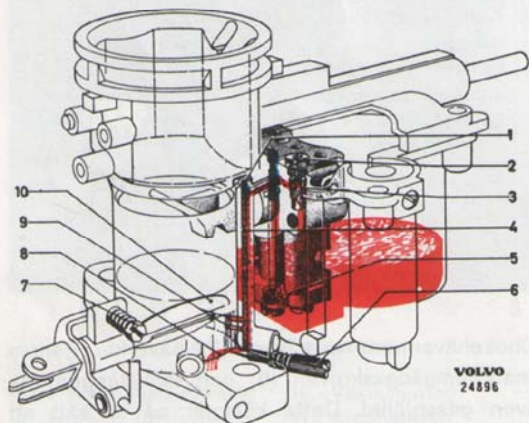

Bild 66. Tomgångssystem
När motorn går på tomgång, är gasspjället nästan helt stängt (reglerat med en stoppskruv 7, bild 66) varigenom vakuemet omkring och under spjället blir stort. Sugningen genom tomgångskanalen (4) blir då stark, varvid bränsle suges upp från kanalen ovanför huvudmunstycket (5), genom ett hål och tomgångsmunstycket (3) till tomgångskanalen, som mynnar ut i förgasarhalsen med ett större och två mindre hål. Luft tillföres dels genom ett hål (1) under luftspjället, dels genom ett luftmunstycke (2) ovanför tomgångsmunstycket.